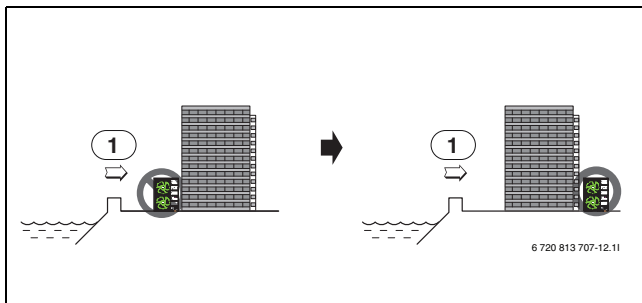

Рис. 13
- ▶ Устанавливайте наружный блок на закрытой от морского ветра стороне (→ рис. 13).